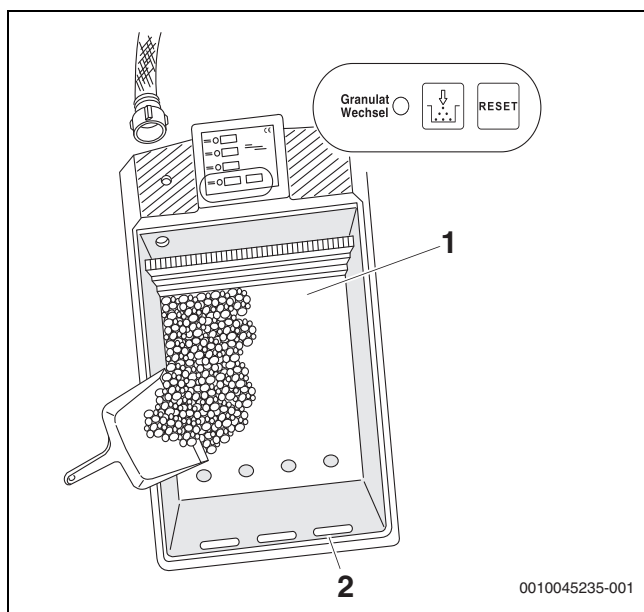

Bild 8 Granulat wechseln
Das zur Neutralisation nötige Granulat muss je nach Betriebsweise des Heizkessels in bestimmten Zeitabständen ausgetauscht werden. Der Granulatwechsel wird mit Signalleuchte „Granulat-Wechsel“ am Regelgerät angezeigt (→ Bild 8). Bei dieser Gelegenheit sollte das gesamte Gerät gereinigt werden.
- ▶ Reset-Taste 1x kurz drücken, Restwasser wird abgepumpt (→ Bild 8).
Darauf achten, dass kein Granulat in die Überlaufschlitze (→ Bild 8, [2]) dringt.
- ▶ Schlammkammer reinigen (→ Bild 8, [1]).
- ▶ Reset-Taste ca. 5 Sekunden drücken, bis Signalleuchte „Granulat-Wechsel“ gelöscht ist (→ Bild 8).